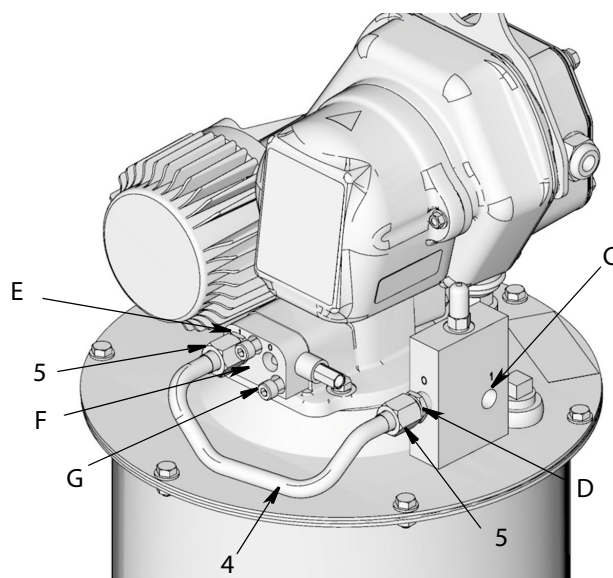

Рис. 15
- Подающая трубка (4) (с алюминиевой биркой 16V750) и два соединительных фитинга (5) предназначены для монтажа коллектора. Подающую трубку (3) можно выбросить. Для монтажа коллектора она не применяется.
a. Установите соединительные фитинги (5) на входной патрубке коллектора (E) и выходной патрубке автоматического запорного устройства для заполнения (D). Надежно затяните все фитинги (5).
b. Один конец подающей трубки (4) сначала вставьте во входной патрубок коллектора (E), затем другой конец вставьте в выходной патрубке автоматического запорного устройства для заполнения (D) (см. Рис. 15).
**СОВЕТ.** Для упрощения установки отпустите (не выкручивая до конца) винты (G), которыми коллектор (F) крепится к насосу. Это обеспечить некоторую подвижность коллектора при установке подающей трубки (4). Надежно установив трубку, затяните винты (G) крепления коллектора (F) к насосу.
12. Соедините шлангом подача смазки (L) (обеспечивается пользователем) входной патрубке автоматического запорного устройства для заполнения (C) (Рис. 15 или Рис. 16) и насос станции дистанционного заполнения (K).
13. Клапан сброса давления (G) и переливной контейнер (H) для сбора жидкости, вытекающей при сбросе давления, **следует** устанавливать в легко доступном месте между насосом станции дистанционного заполнения (K) и устройством автоматического